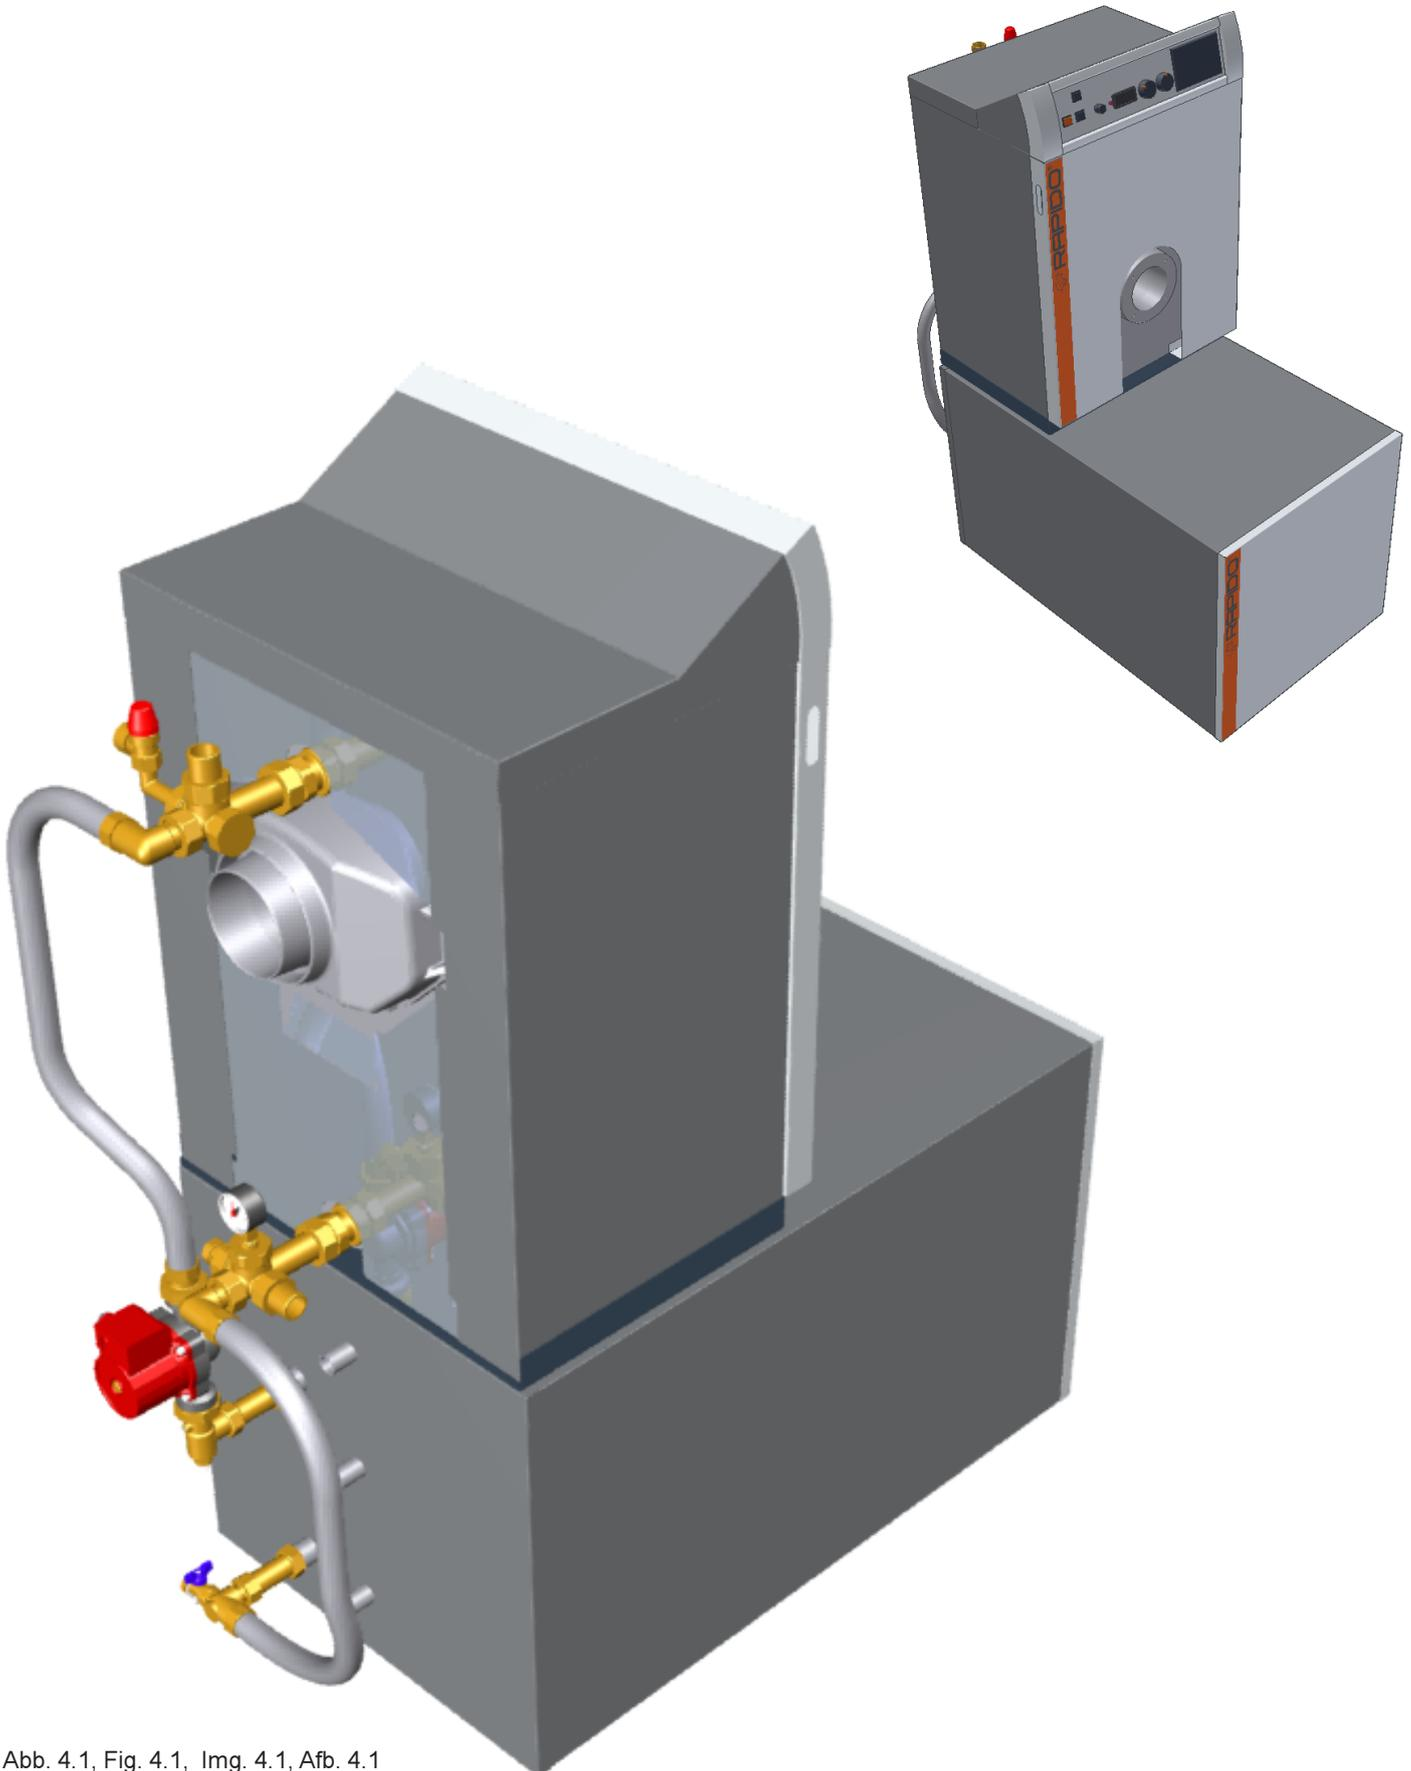

Abb. 4.1, Fig. 4.1, Img. 4.1, Afb. 4.1
- F 110 NT grootte 3 tot 5.1 met lage vaten (Afb. 4.1)